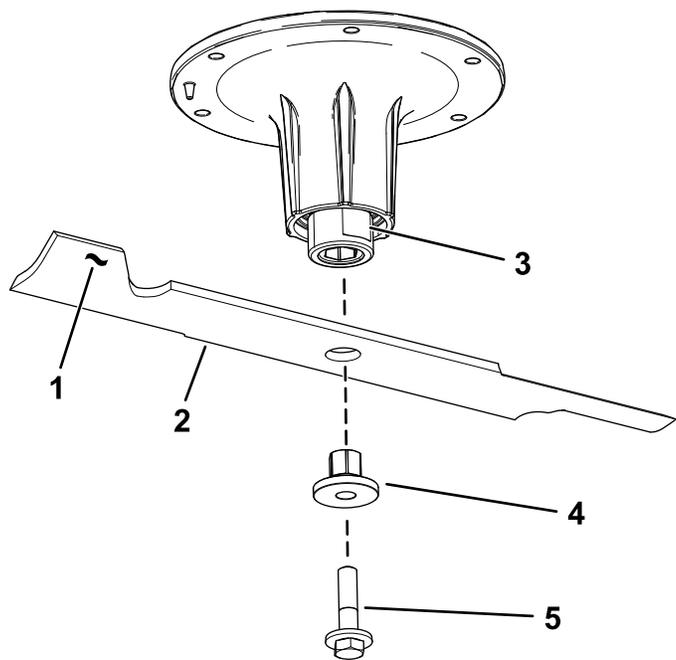

Рисунок 105
- Снимите болт ножа, втулку и нож с вала шпинделя (Рисунок 105).